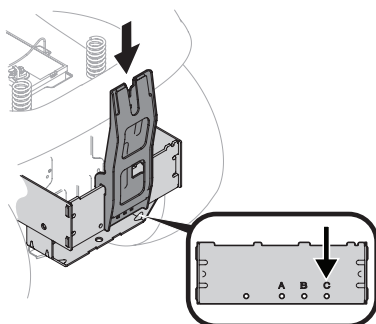

Figure 8
1. Installez le support vertical (683-04519C) sur l'ensemble de montage de l'appareil en l'accrochant sur le support de montage transversal. Voir Figure 8.
2. Alignez le support vertical avec le trou « C ». Voir le encadré de la Figure 8.